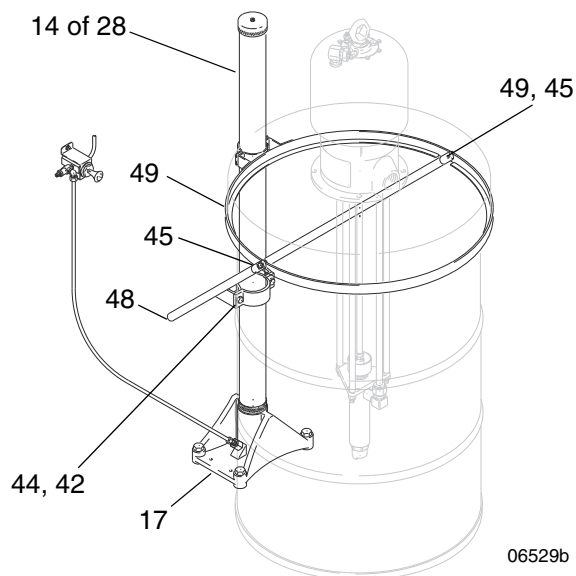

FIG. 4
Zet het deksel op de juiste plaats in de steunring (49) en draai de dopschroeven (45) vast. Plaats een open vat tegen het draagvlak van de lift (17) en breng het deksel zo aan op het vat dat de inkepingen van de steunklem (44) stevig tegen de stijgbuis van de lift (14 of 28) zitten. Til de stijgbuis ongeveer 6,4 mm (0,25 inch) op en draai vervolgens de klemschroeven (42) vast. Zie FIG. 4.